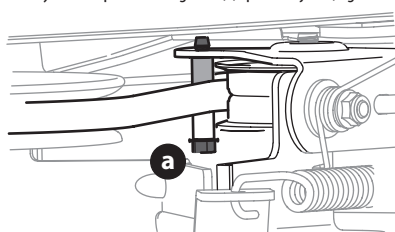

Figura 38
6. Extraiga el guardacorrea (plataformas de 30" solamente) extrayendo el perno hexagonal (a) que la sujeta (Figura 38).